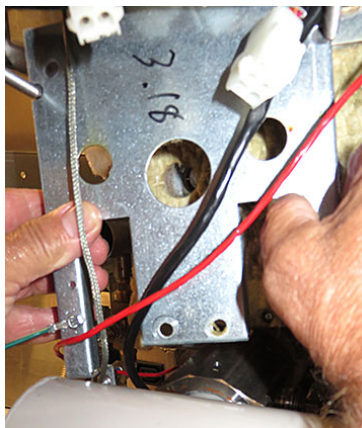

図 29
34. ワイヤの周りで外側の絶縁リテーナーを操作して、慎重に取り外します(図29を参照)。